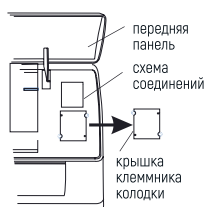

Рис. 10
2. Снимите крышку, как показано на рисунке (Рис. 10) (отвинтив винт или сломав крючки).